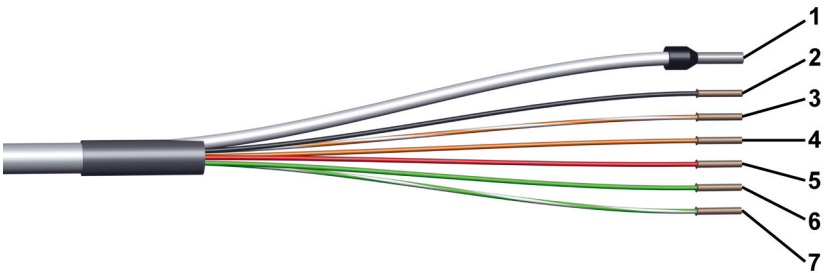

Figura 193 Cable Remote – Conectores
- 2 Conectar los cables (véase figura 193, página 340) en el otro extremo del cable Remote al conector Remote del dispositivo externo de acuerdo con las instrucciones del fabricante.